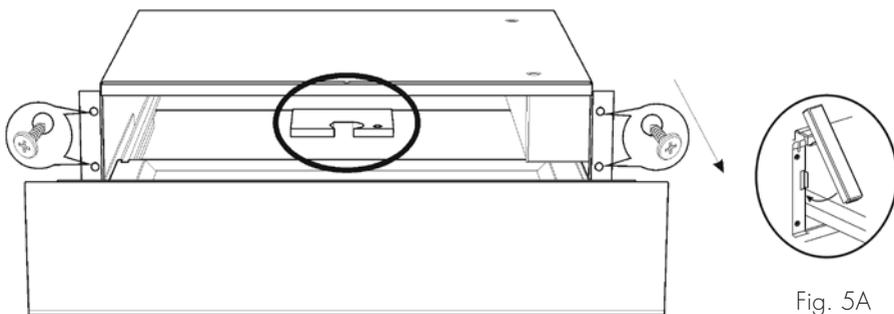

Fig. 5A
- Une fois le réglage terminé, fixez le tiroir au meuble avec les vis latérales et enfin, positionnez les épaulettes de couverture (Fig. 5A).